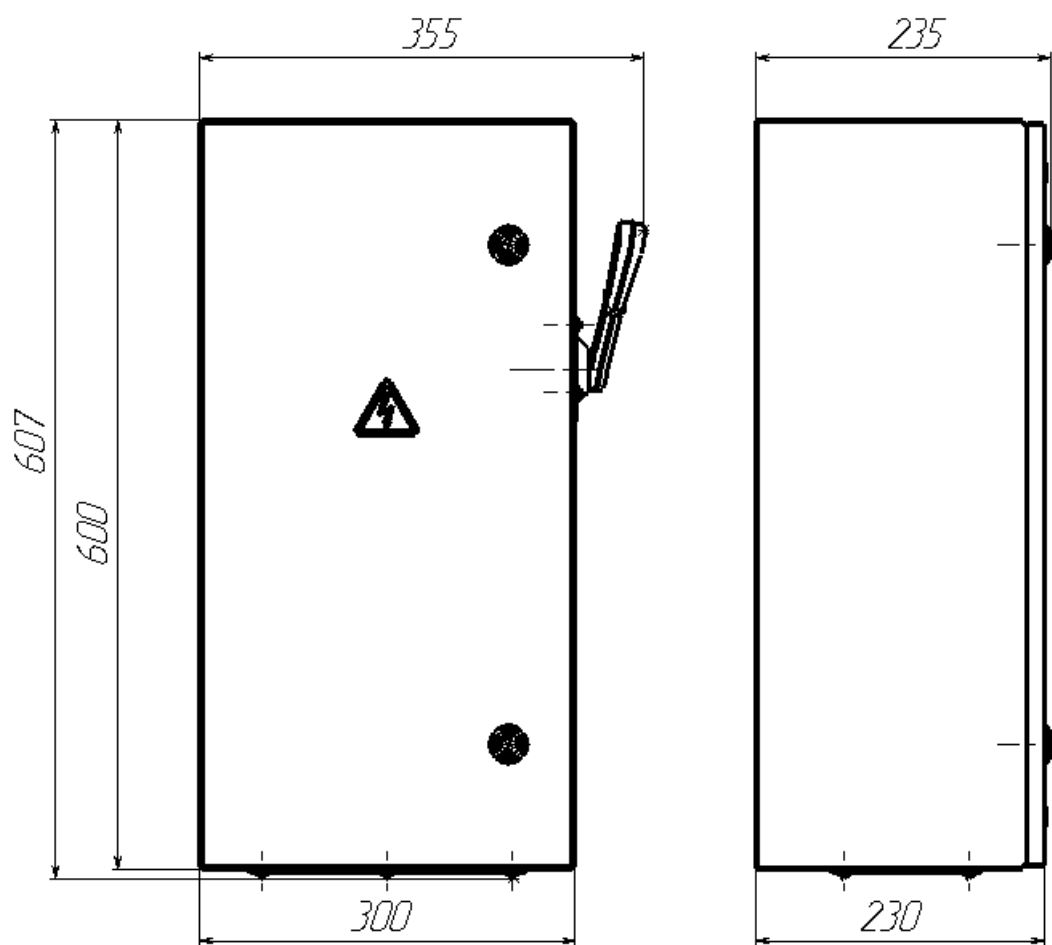

Рис.1 Внешний вид, габаритные и установочные размеры корпуса ящика силового ЯРП-400П-Узола.
2.13 Габаритные и установочные размеры	- см. рис.1;